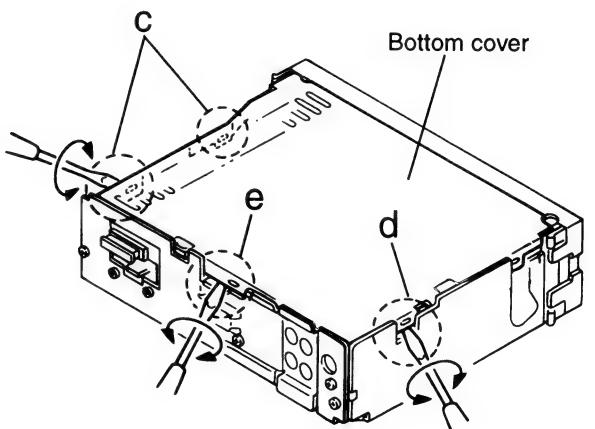

Fig. 3
- Redo the speaker wiring so that you can connect the unit to the speakers as illustrated in Fig. 3.
- If the speaker wiring in your car is as illustrated in Fig. 3, you can connect the unit using the original speaker wiring in your car.
Die Lautsprecherverdrahtung erneuern, so daß Sie das Gerät an den Lautsprechern wie in Fig. 3 abgebildet anschließen können.
- Ist die Lautsprecherverdrahtung in Ihrem Auto wie in Fig. 3 abgebildet, können Sie das Gerät mit der Originalverdrahtung der Lautsprecher in Ihrem Auto anschließen.
Recommencez le câblage des enceintes de façon que vous puissiez connecter l'appareil aux enceintes comme montré sur la Fig. 3.
- Si le câblage des enceintes de votre voiture est comme montré sur la Fig. 3, vous pouvez connecter l'appareil en utilisant ce câblage original d'enceintes pour votre voiture.
### ■ Removing the Bottom cover (See Fig. 3)